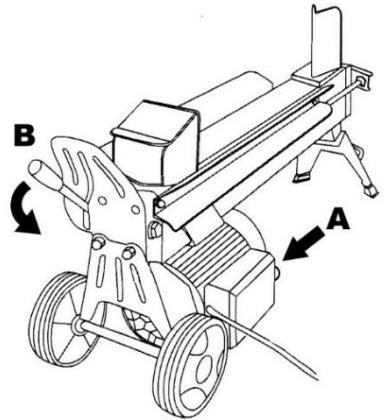
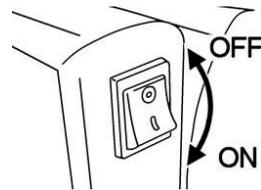

図 5
図 6
2. モーターのスイッチを ON (|) にして、モーターを回します。(図 5-A) (図 6)
4. 油圧操作レバーを下に押しつけると、油圧回路が切り替わり、プランジャーブロックが薪を押し進め、薪が割れます。(図 5-B)
7. 作業が終わったら、モーターのスイッチを OFF (○) にしてモーターを止めます。(図 6)